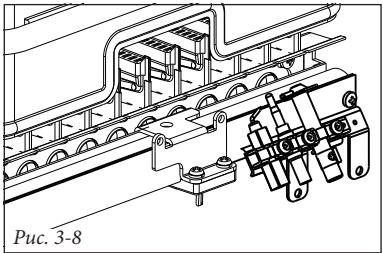

Рис. 3-8
- отвинтите запальную горелку в сторону (Рис. 3-8);